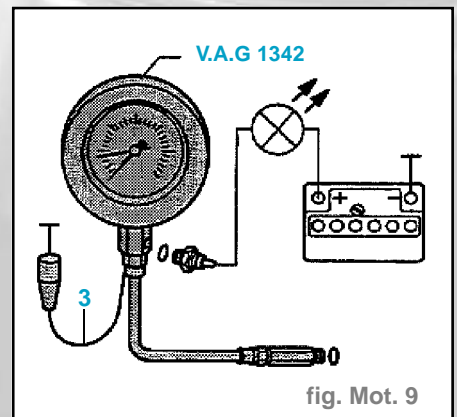

fig. Mot. 9
- Déposer le contacteur de pression d'huile **0,25 bar** (isolant bleu) et le visser dans l'appareil de contrôle (fig. Mot. 9).
- Brancher la lampe-témoin à diodes sur le contacteur de pression d'huile **0,9 bar** (fig. Mot. 9).